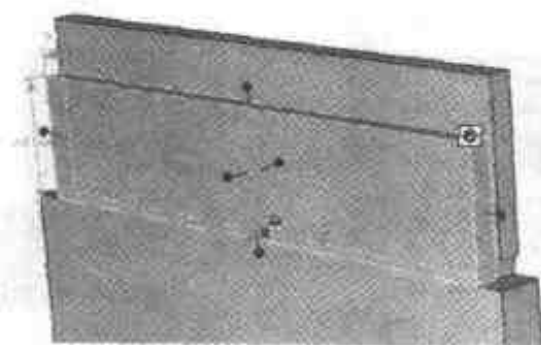
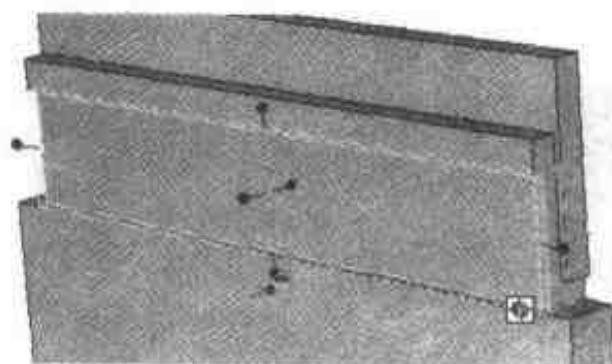

图 4.65 添加第 2 块【厚板】
图 4.66 修改后的结果
- (9) 再从右侧【图素】设计元素库中向两个厚板的交接表面中心拖入一个【厚板】图素。
- (10) 修改它的表面分别与第一个厚板的前表面及第 2 个厚板的角点处表面相平行，它的高度为 28，结果如图 4.65 所示。
- (11) 再从右侧【图素】设计元素库中向第一个和第 3 个厚板的相互平等的表面中心拖入一个【孔类长方体】图素；修改它的两个侧面与第 3 个长方体的两个侧面相互重合，并使它的下表面与第一个厚板的上表面重合。
- (12) 修改它的深度为 2，高度为 22，结果如图 4.66 所示。